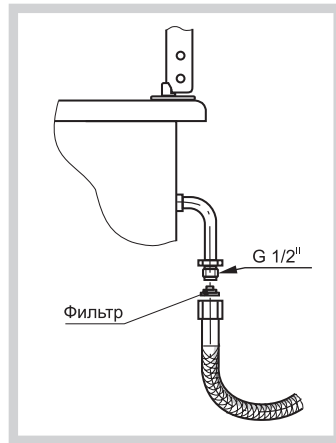

Рис.14
- выбранный шланг должен иметь документ, указывающий дату изготовления, срок службы и замены, и установлен в соответствии с рис. 14;